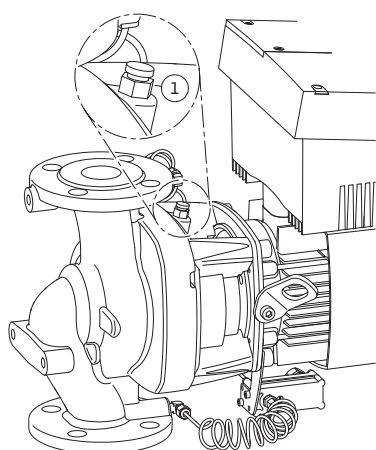

Fig.45: Zawór odpowietrzający
- Pompy należy odpowietrzać poprzez poluzowanie zaworów odpowietrzających (rys. 45, poz. 1.). Praca na sucho prowadzi do zniszczenia uszczelnienia mechanicznego pompy. Nie wolno odpowietrzać czujnika różnicy ciśnień (ryzyko zniszczenia).